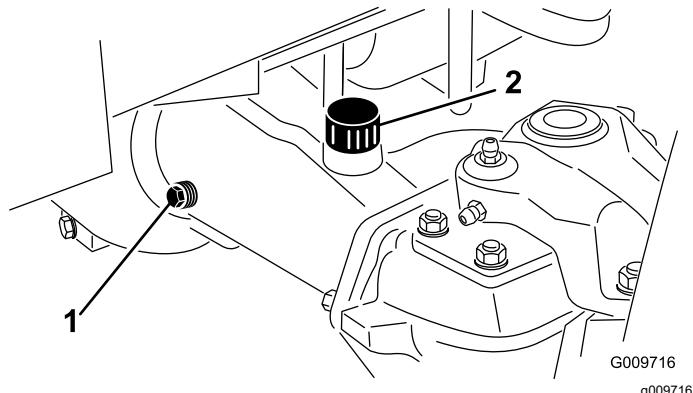

Figura 88
4. Retire los 2 tapones de verificación y el tapón de llenado de la carcasa del eje para facilitar el vaciado del aceite (Figura 88).